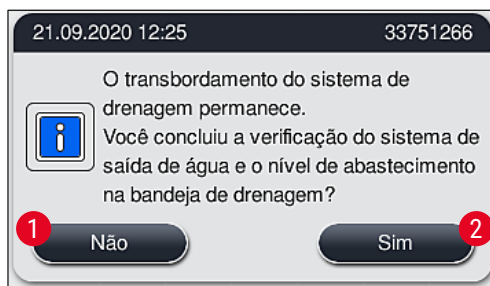

Fig. 126
- Depois de 5 minutos e depois de mais tentativas de limpeza forem realizadas, mas o bloqueio ainda persistir, uma mensagem (→ "Fig. 126") na tela mostra ao usuário que o nível da água está muito alto. Ao pressionar **Não** (→ "Fig. 126-1"), o usuário pode estender o tempo de espera por mais 5 minutos para fazer mais tentativas na limpeza. Se as tentativas de limpeza neste segundo intervalo forem bem-sucedidas, a situação é resolvida como descrito em 1. Se mais tempo for necessário para as medições de limpeza, pressione **Não** (→ "Fig. 126-1"). O intervalo pode ser repetido várias vezes. Se o bloqueio não puder ser eliminado apesar de todas as tentativas de limpeza, pressione **Sim** (→ "Fig. 126-2") para iniciar um processo de cancelamento controlado, veja as seguintes seções 3 e 4.